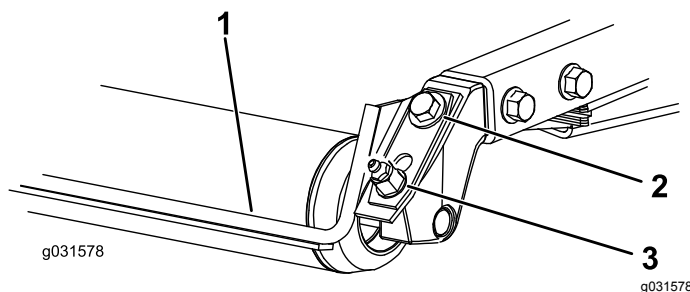

Figura 18
- Afloje el engrasador y el tornillo de montaje (Figura 18).